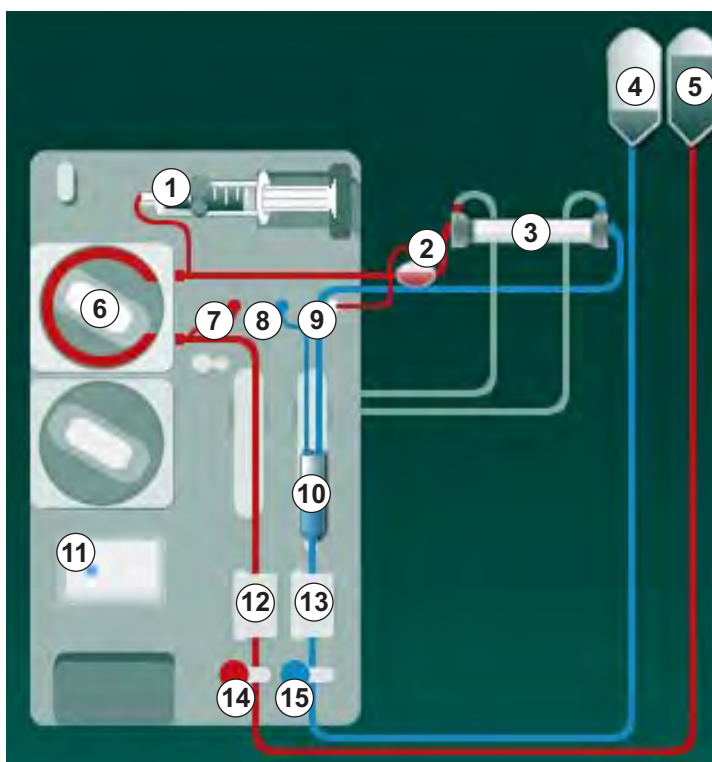

Fig. 5-8 Inserimento del sistema di linee ematiche per il priming con sacca
2. Collegare al dializzatore i relativi raccordi provenienti dal ponte di lavaggio (Fig. 5-8 Inserimento del sistema di linee ematiche per il priming con sacca (97), ③) non appena l'apparecchiatura lo richiede. Rispettare il codice colore: